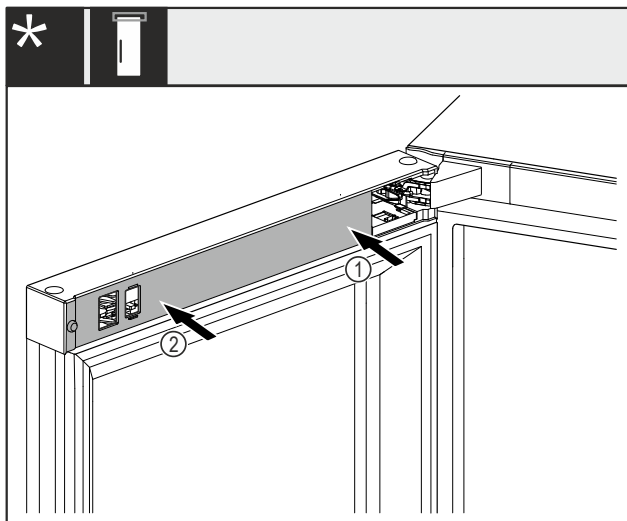

Fig. 46
- Futni në fillim kapakun mbulues Fig. 46 (1) në anën e bazamentit mbështetës dhe mbërthejeni.
- Futni kapakun mbulues Fig. 46 (2) në anën e jashtme dhe mbërthejeni.